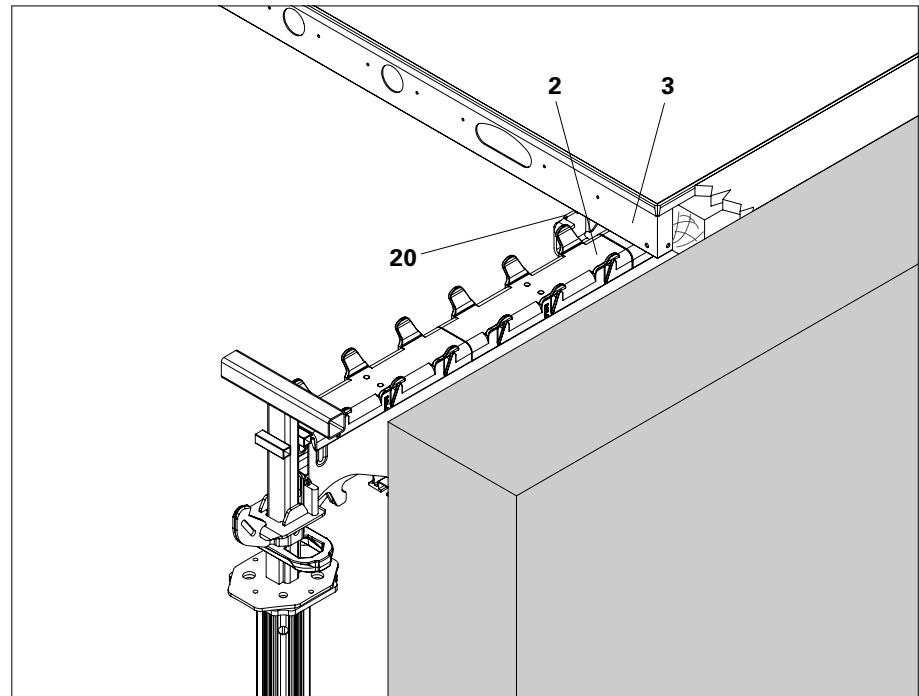
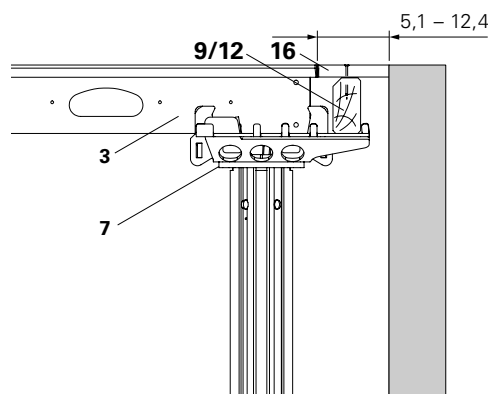

Fig. A5.35
Fig. A5.36
2. Clouer la Solive Bois SPH (12) ou un bois de 6 cm (max) (13) au panneau. (Fig. A5.35) Visser la Solive Bois SPH (12) ou un Bois de 12 cm (max) (13) au panneau. (Fig. A5.36)
3. Installer le coffrage (16) et le fixer à l'aide de clous.
1. Positionner la Plaque Combi SCK (7) avec le porte-à-faux en direction de la compensation.
2. Installer le panneau (3).
3. Placer la poutrelle de rive SRT-2 (9) ou la Solive Bois SPH (12) Dans la Plaque Combi (7).
4. Installer le coffrage (16) et le fixer à l'aide de clous. (Fig. A5.36)